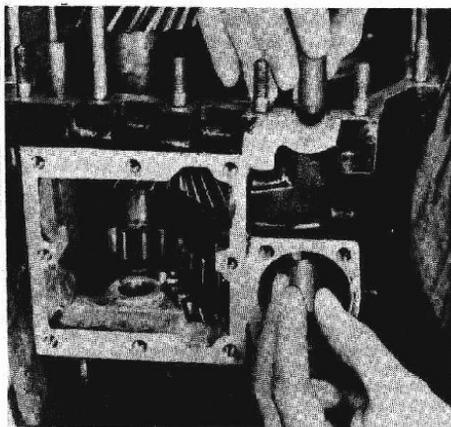

Fig. d-15
- Instalar los bujes de inmovilización de los abanicos selectores de 1ra. y 2da. y 3ra. y 4ta. velocidad, previamente untados con grasa, colocando el de 1ra. y 2da. velocidad desde abajo hacia arriba y el de 3ra. y 4ta. desde arriba hacia abajo (ver Fig. d-15), de manera que se enfrenten ambos extremos cónicos.